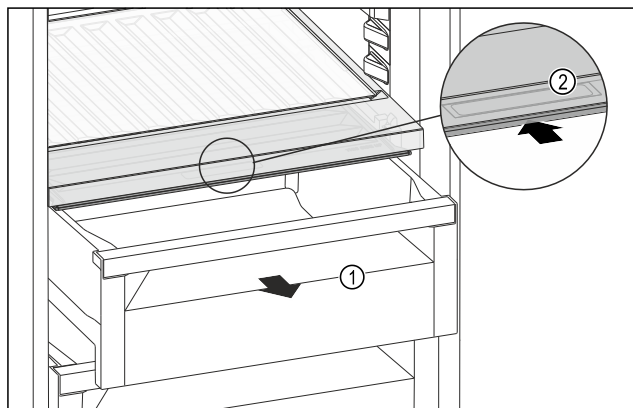

Fig. 148
- Retirer le tiroir Fig. 148 (1).
- Saisir la poignée encastrée Fig. 148 (2) du couvercle du compartiment et pousser le couvercle du compartiment vers l'arrière.